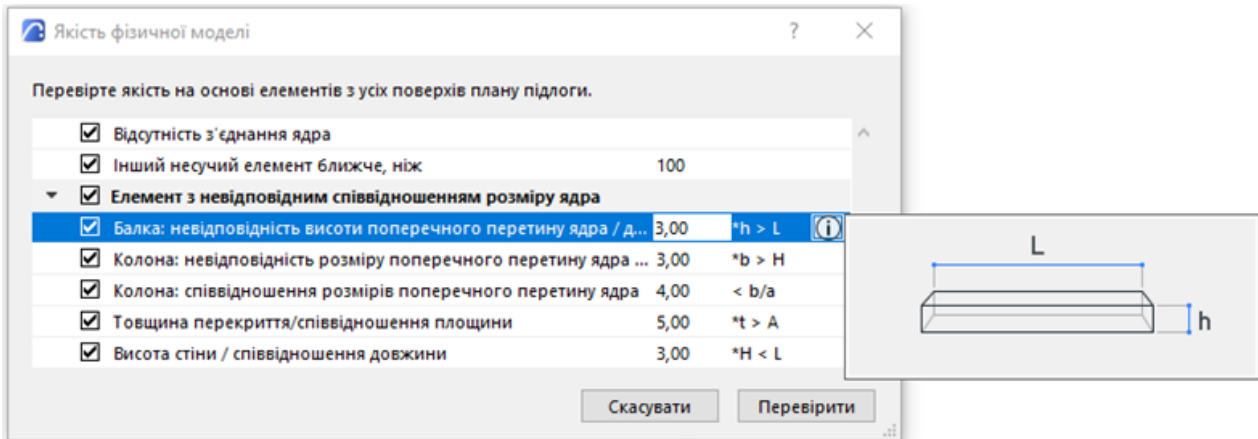

Рисунок 3.10 – Візуалізація елемента колізій
- Щоб побачити ілюстрацію, яка пояснює співвідношення, виберіть елемент і натисніть кнопку Інформації (рис.3.10)